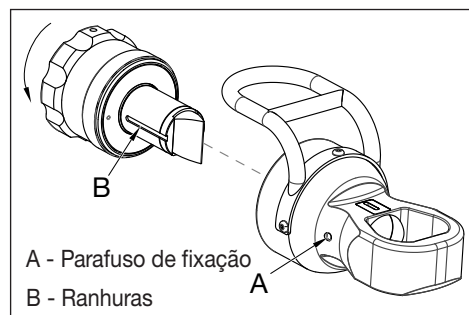

Figura 2: Montagem do cilindro e cabeçote de corte
2. Afrouxe o parafuso de fixação (Figura 2, item A) localizado no corpo do cabeçote de corte.
3. Insira o cilindro no cabeçote, alinhando o engate axial no porta-lâmina (Figura 2, item B) com o parafuso de ajuste (Figura 2, item A) no orifício do cabeçote de corte. Uma vez alinhado, gire o cilindro na direção mostrada de forma a engatar as roscas do parafuso.
3. Se apertado, solte o parafuso de fixação localizado no barril do cabeçote de corte. Veja a Figura 2, item A.
3. Se apertado, solte o parafuso de fixação localizado na posição do barril do cabeçote de corte. Veja a Figura 2, item A.